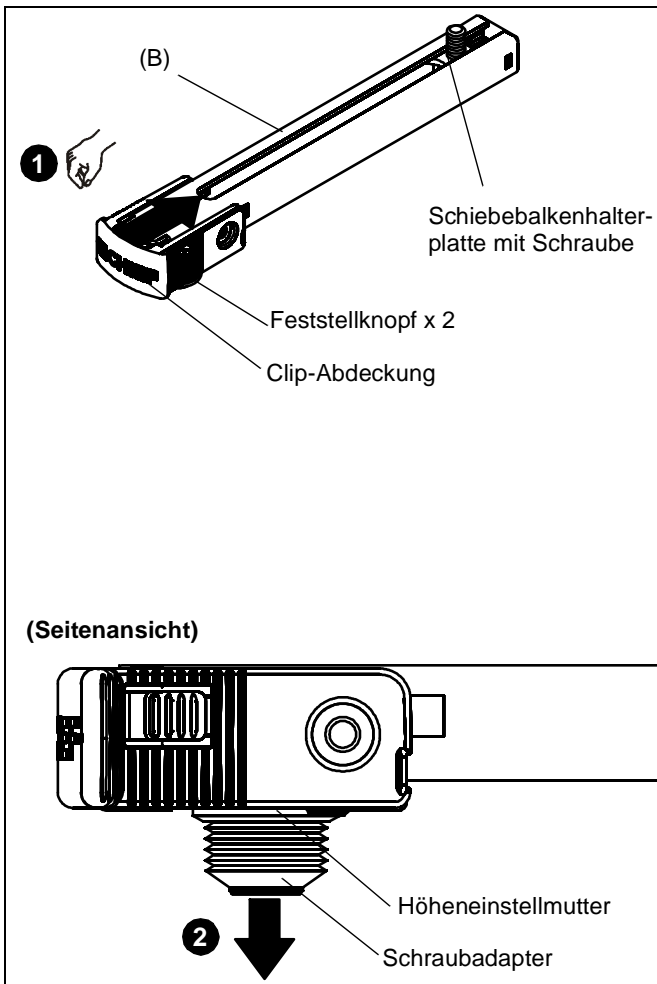

Abb. 1
1. Drücken Sie fest auf die Feststellknöpfe am SLBU/SLMU-Bein (B) und schieben Sie gleichzeitig die Clip-Abdeckung in Richtung der eingeschlossenen Schiebepalkenhalterplatte mit der Schraube. (See Figure 1)
2. Der Schraubadapter und die daran befestigte Höheneinstellmutter werden freigegeben. Legen Sie die Teile für einen späteren Gebrauch beiseite. (See Figure 1)